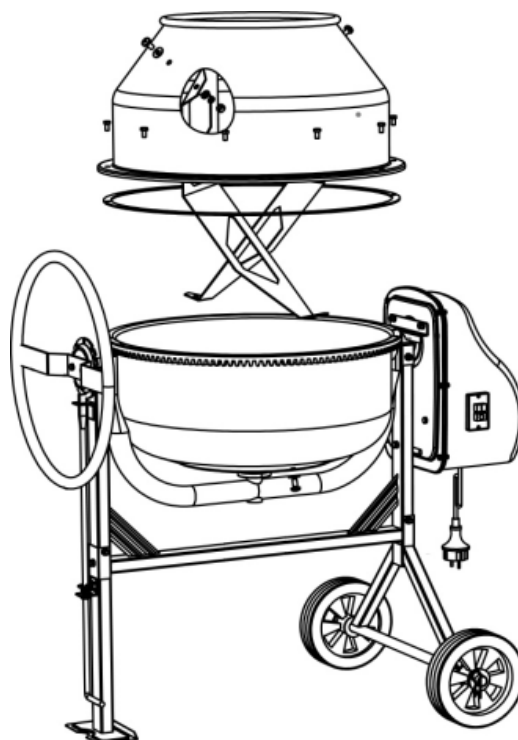

Fig.11
- Coloque el sello de goma en el tambor de mezcla de la unidad inferior (9), p.13, como se muestra en la Fig.11 de la página siguiente.
- Coloque la unidad superior del tambor de mezcla (6) sobre la unidad inferior del tambor de mezcla.